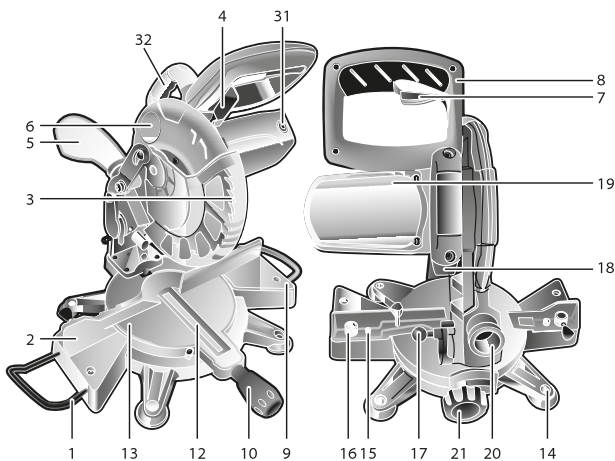

Рис. 1
### ВНЕШНИЙ ВИД ТОРЦОВОЧНОЙ ПИЛЫ (Рис. 1)
- а)** отжав рычаг (4) (Рис. 1), вручную поднимите кожух;